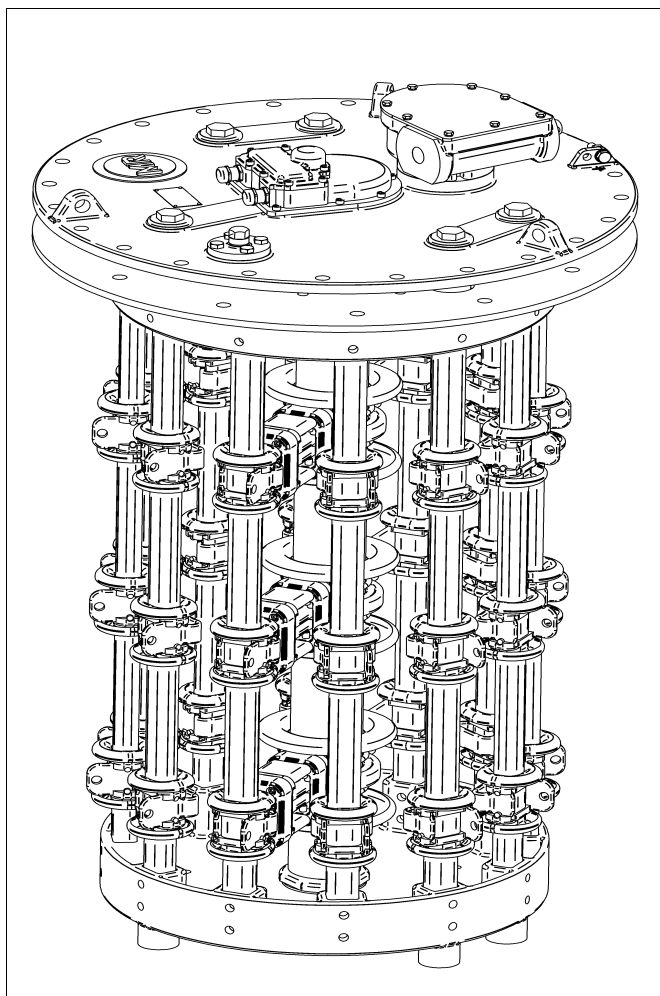

рис. 4 Устройство ПБВ DEETAP® DU
- Устройство ПБВ DEETAP® DU (рис. 4), по выбору с